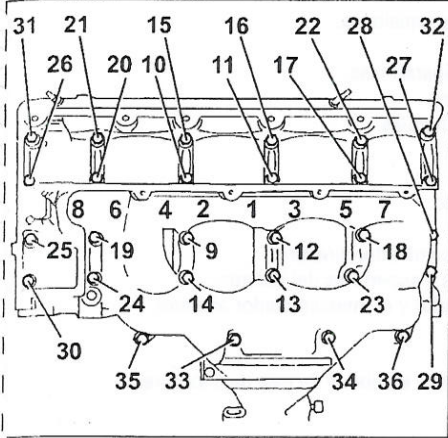

FIGURA 1-27
- los 8 espárragos en el orden prescrito (1 a 8) (figura 1-27).
- los 28 tornillos restante (9 a 36) (figura 1-27).
Apretar los tornillos del cárter de apoyos de ejes de levas respetando el orden y el par de apriete prescritos (figura 1-27).